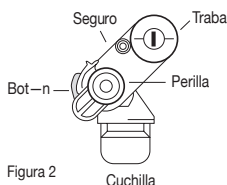

Figura 2
2. Quite la traba del seguro con un destornillador de punta plana. Ensamble el accesorio al casco para soldar según la (Figura 2/3).